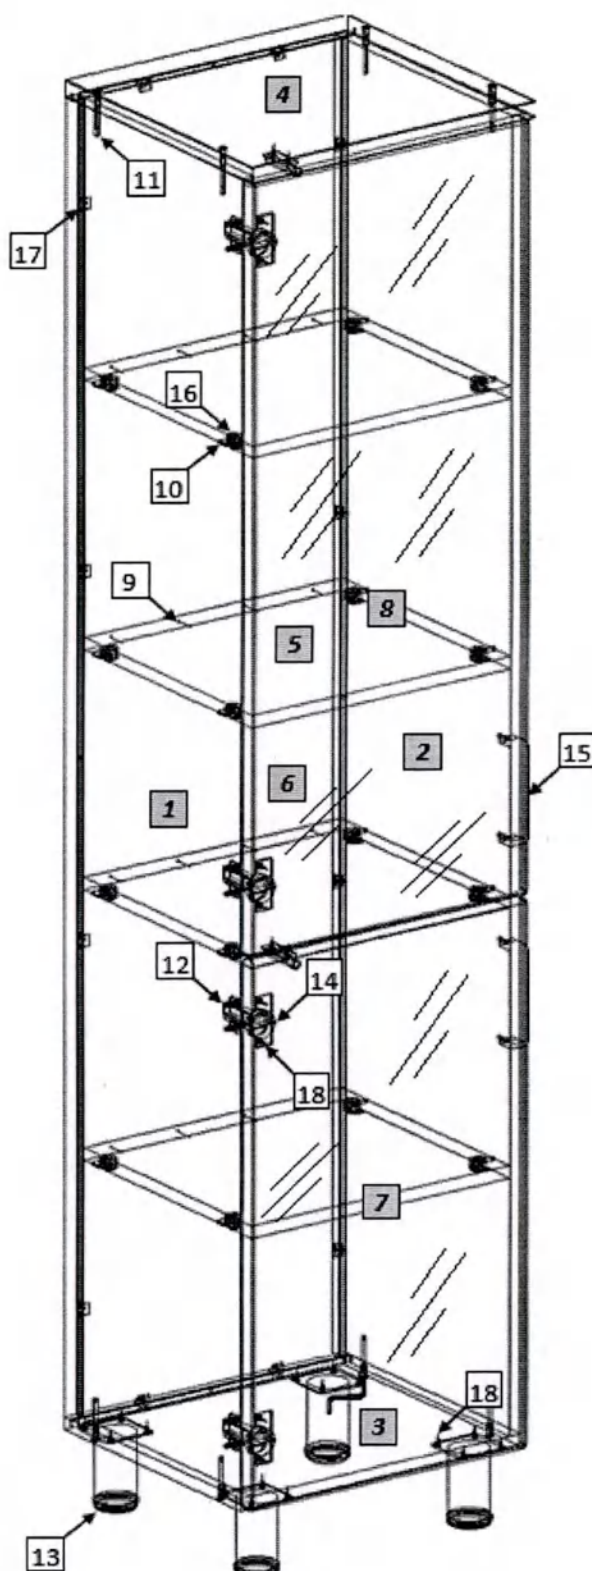

Рис. 1
1. Внимательно ознакомьтесь со схемой сборки, изображённой на рис. 1, сверяясь со спецификацией на изделие. Согласно схеме и спецификации определите расположение деталей в изделии и порядок их сборки. Сборка производится на ровном полу, укрытом материалом, предотвращающим повреждение покрытия пола и деталей мебели. Подготовьте необходимые для сборки инструменты – плоскую и крестовую отвёртки, молоток, рулетку или линейку.
2. На боковых стенках (1,2) установите ввинчиваемые дюбели эксцентриковых стяжек (15). На боковых стенках (1,2,8,9) установите монтажные планки петель (17). На горизонтальных стенках (5) установите эксцентриковые стяжки (21). Евровинтами (16) соедините боковые ст. шкафа (1,2) с горизонтальной нижней стенкой (3) и крышкой (4), боковые стенки антресоли (8,9) с горизонтальной нижней стенкой (10) и крышкой (11), предварительно установив в пазы задние стенки (6,12). Закрепите задние стенки в пазах уголками (22). Установите и закрепите горизонтальные стенки (5), гвоздями (14) зафиксируйте к ним задние стенки. На горизонтальной нижней стенке (3) шурупами (23) закрепите опоры (18).
3. На дверях (7,13) шурупами 4×16 (23) закрепите петли (19); установите ручки (20). Закрепите двери к боковым стенкам. При необходимости отрегулируйте положение дверей винтами петель. На видимые головки еврвинтов установите заглушки (24).